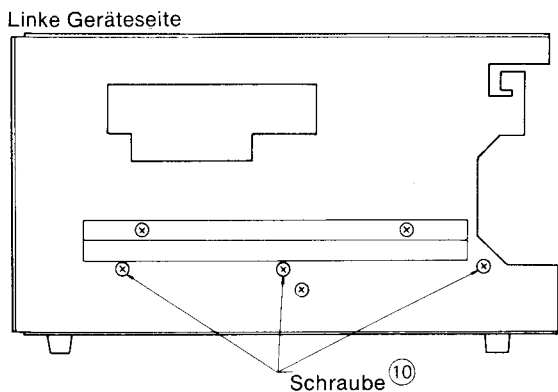

Abb. 5
- 4) Die drei Befestigungsschrauben ⑩ des Laufwerks an der linken Seite des Gerätes lösen, siehe Abb. 5.